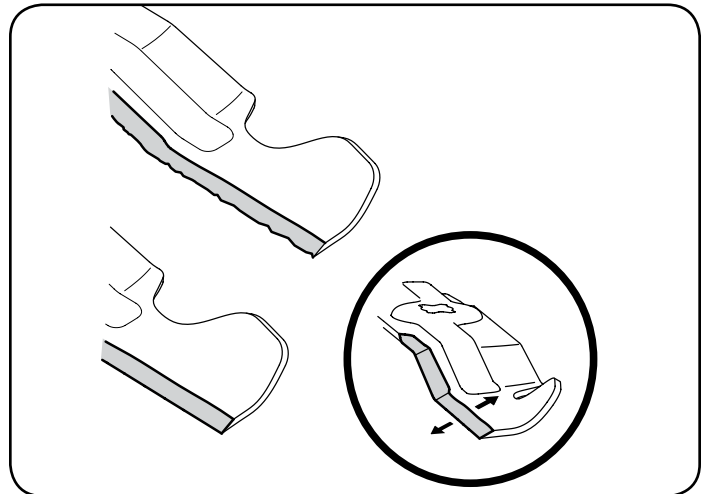

Figura 40
4. Para afilar las cuchillas de corte de forma adecuada, extraiga cantidades iguales de metal de ambos extremos de las cuchillas a lo largo de los bordes cortantes, paralelo al borde de caída y a un ángulo de 25° a 30°. Afíle siempre cada borde de las cuchillas de corte de forma pareja para mantener un equilibrio adecuado entre las mismas. Vea la Figura 40.